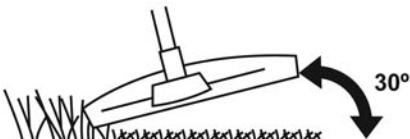

Fig. 25
- > Sujete el cabezal de corte justo por encima del suelo con un ángulo de aproximadamente 30° (Fig. 25).